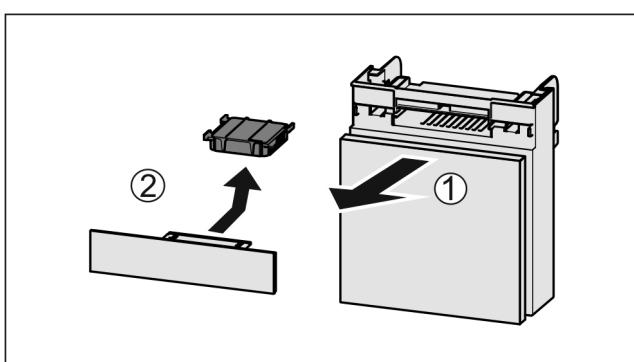

Fig. 157
- Потягніть Fig. 157 (1) відділення вперед.
- Витягнути Fig. 157 (2) фільтр з активованого вугілля.